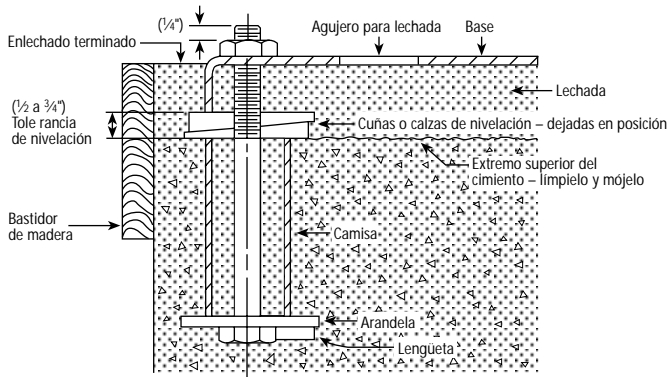

Figura 1
- Se recomienda enlechar la plancha de asiento a un cimiento con zapata sólida, de acuerdo con la Figura 1.
- Tal como se ilustra en la Figura 1, coloque la placa de base sobre cuñas, situando dos cuñas en la ubicación de cada perno de cimentación. Se recomienda un espacio libre de ¾ pulg. a 1½ pulg. (19 mm a 64 mm) entre la placa de base y el cimiento para enlechar. Ajuste las cuñas como sea necesario para nivelar la placa de base.